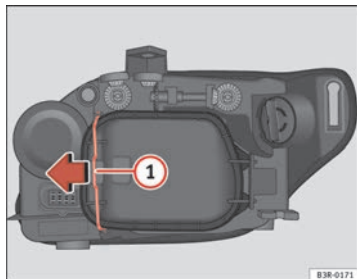

Fig. 222 Lámpara luz de posición
Aunque no es necesario, extraer previamente la tapa rígida ⇒ página 293, fig. 222, facilita el cambio de la lámpara de luz día. ■
- Desplace el tirante ⇒ fig. 222 ① en el sentido de la flecha y saque la tapa rígida separando primero el lado del tirante y sacando después las dos pestañas del extremo contrario de la tapa.